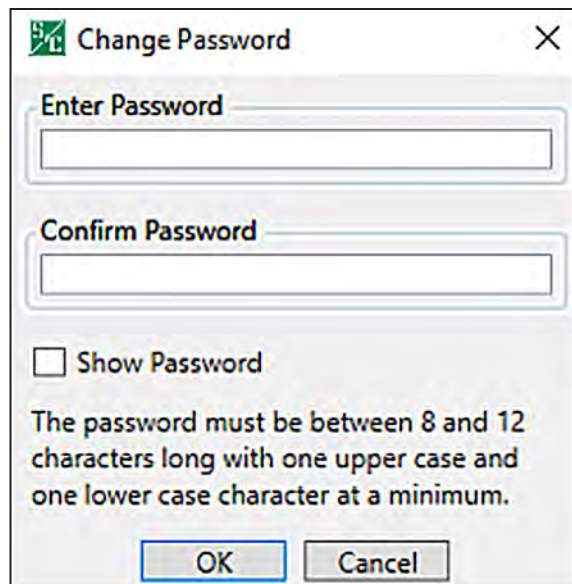

Figura 113. Caixa de diálogo para Troca de Senha.
- PASSO 2.** Digite uma nova senha não-default na caixa **Enter Password** (Digite a Senha) e novamente na caixa **Confirm Password** (Confirme a Senha). Esta senha deve atender aos requisitos de complexidade. Clique no botão **OK**. Ver Figura 113 na página 220.